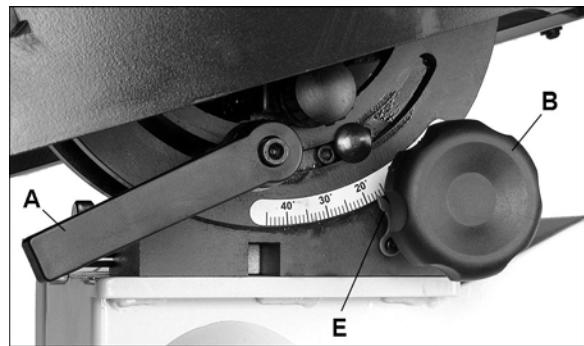

Рис. 15.
См. Рис. 15.
6. Затяните гайку (D), чтобы зафиксировать положение стола.
7. Затяните ручку фиксации (A).
8. Проверьте, чтобы указатель шкалы (Е, Рис. 15) располагался на нуле. При необходимости ослабьте винт указателя и сдвиньте его на ноль. Снова затяните винт.